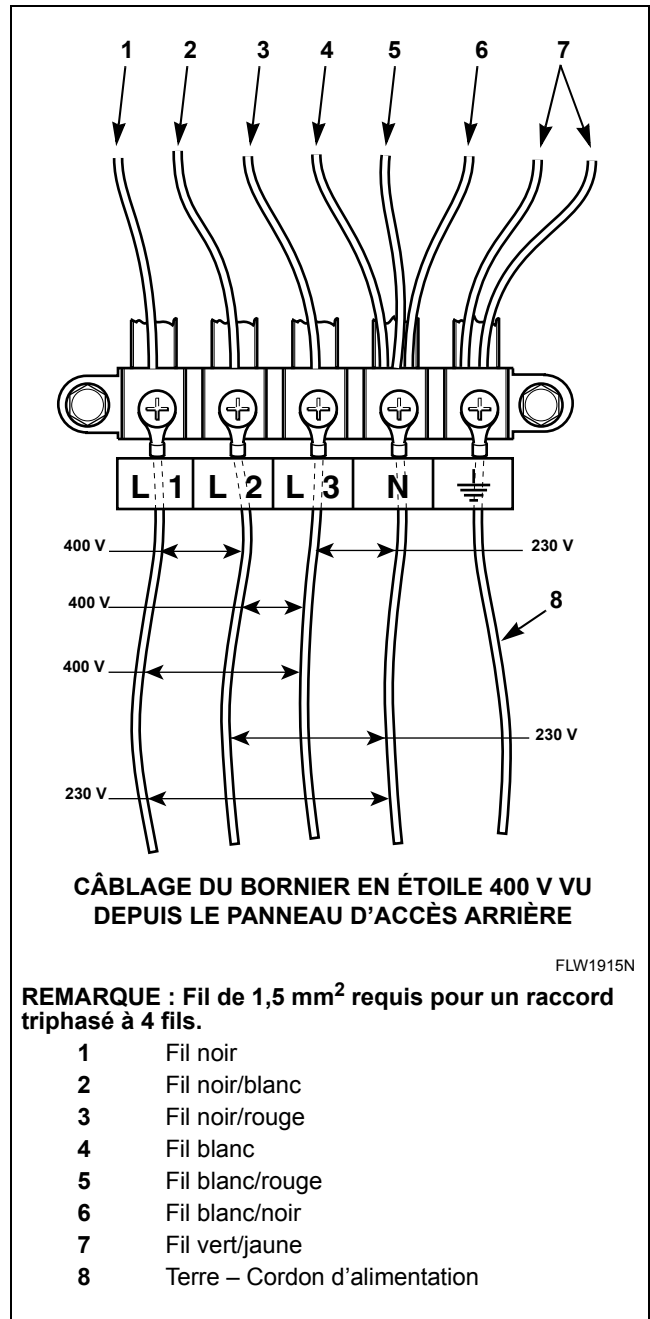

Figure 13
5. Raccorder les fils du cordon d'alimentation comme sur la *Figure 13*.
Pour passer d'une installation 400 V WYE à une installation 230 V, 3 fils plus terre, 15 ampères, DELTA. Se reporter aux Figures 13 et 14 :
Pour passer d'une installation 400 V WYE à une installation 230 V, 2 fils plus terre, 30 ampères, monophasé. Se reporter aux Figures 13 et 15 :